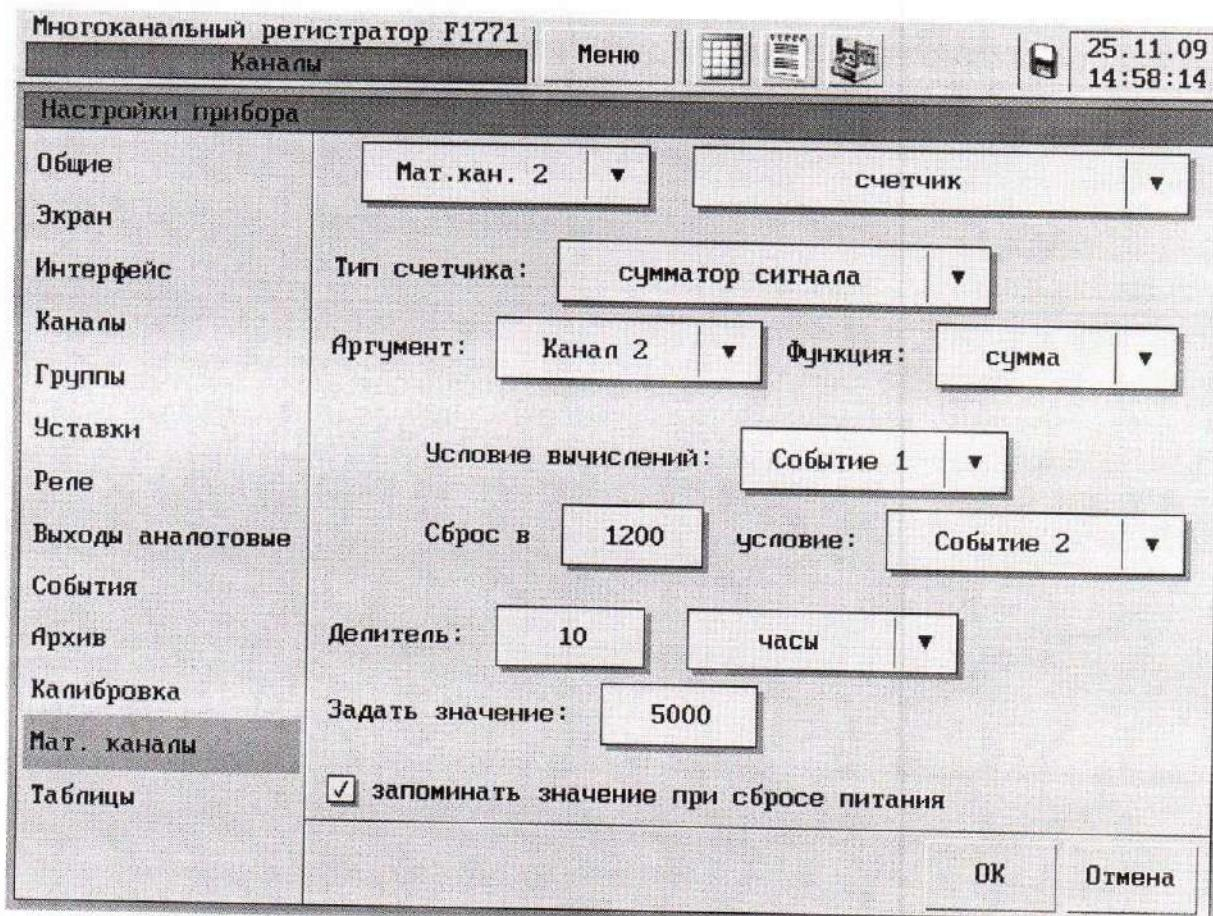

Рисунок 53 – Раздел меню «Мат. каналы» тип «Счётчик», тип счётика «Сумматор сигнала»
- «сумматор сигнала» – в качестве аргумента такого счётчика может выступать любой из каналов прибора (входной аналоговый или математический) см. рисунок 53;